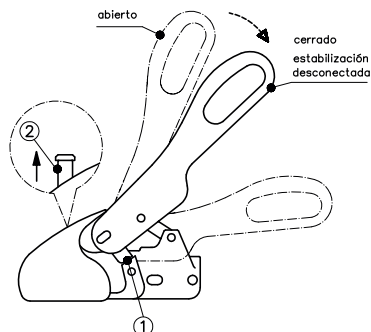

Figura 4
Para maniobrar el remolque sujete por favor los asideros de sujeción ubicados en el remolque en lugar de la palanca de mando del WS 3000/3500. El enganche esférico de tracción se coloca sobre la esfera de acoplamiento del vehículo tractor. (Figura 4) A través de la carga de soporte y una carga adicional eventual de la barra de tracción, el enganche esférico de tracción se cierra automáticamente y las pletinas laterales de seguridad (1) se encuentran paralelamente enfrentadas a las superficies de seguridad en la carcasa. (Figura 4) Cuando la esfera de acoplamiento se encuentra dentro de la carcasa del mismo, el pasador verde de la indicación de control (2) es visible. (Figura 4)
En caso de no ser utilizado un tiempo prolongado, el remolque debe ser aparcado con el enganche esférico de tracción cerrado, para ello levantar la palanca de mando abierta (Figura 4), tirar simultáneamente la rótula (elemento móvil - Figura 9) hacia delante o presionar el **SAFETY BALL** dentro de la cámara esférica y cerrar lentamente la palanca de mando.